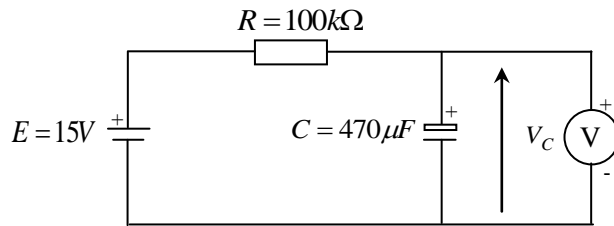

Figure 8.4 : *Mesure de la courbe de la charge d'un condensateur*
- Réaliser le montage de la Figure 8.4. Vérifier la bonne polarité de la source de tension, de condensateur et des appareils de mesure et sélectionner la bonne gamme de mesure.
- Réaliser le montage de la Figure 8.4. Vérifier la bonne polarité de la source de tension, des condensateurs et des appareils de mesure et sélectionner la bonne gamme de mesure.